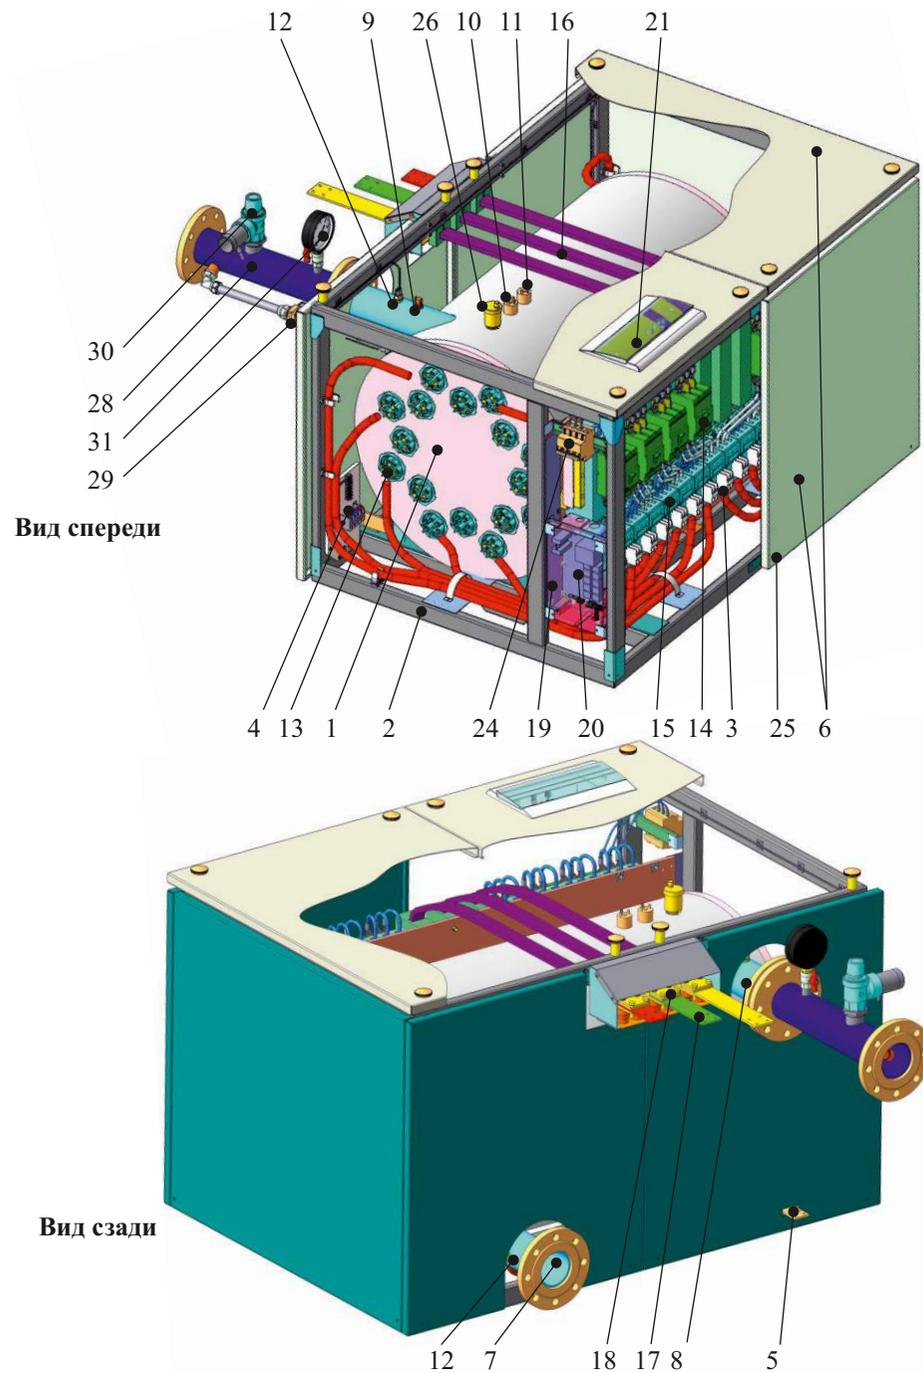

Рис. 1
4.1.1 В состав прибора (рисунок 1) входят: котёл в теплоизоляции (1), установленный внутри каркаса (2) из труб прямоугольного сечения, блок коммутации (3), блок управления (см.п.4.1.4.), панель подключения внешних устройств (4), шина заземления (5), навесные защитные панели (6).
7.1.5 Включите секционные автоматические выключатели 14 (Рис.1). Установите панели на место.